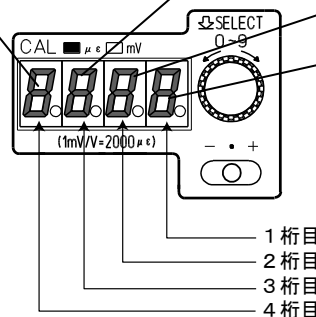

図2-3 校正値 (CAL) の設定
校正値設定つまみ⑫(図2-3を参照) 押すと校正値LED⑬の4桁目が点滅します。スイッチを左右に回すと⑬の数値が変わります。(表示値が点滅状態でも設定は行われています。)